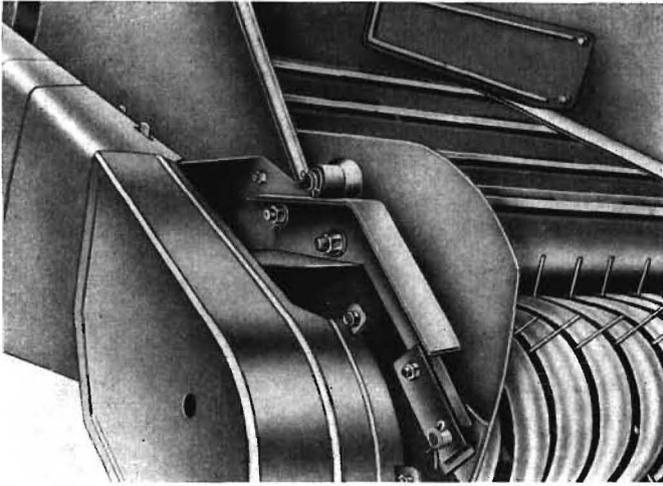

Bild 28
- Schutze befestigen (Bild 28)